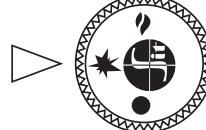

Рис. 8
- 7.3. Для разжига пилотной горелки ручка управления переводится в положение «искра» (рис. 8).